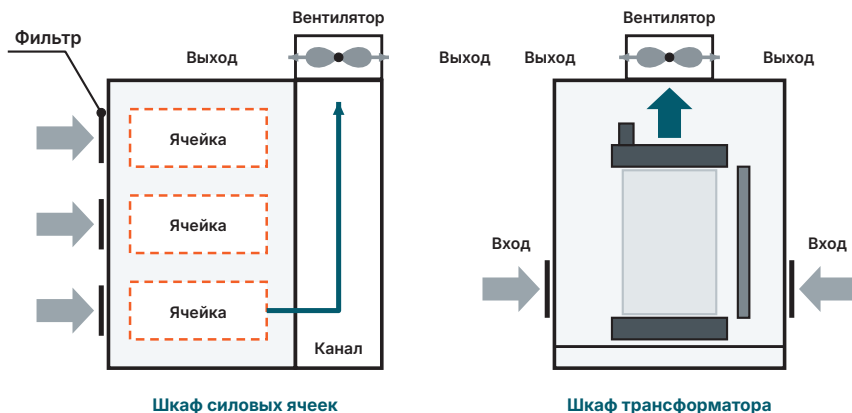

Рис. 35. Циркуляция охлаждающего воздуха внутри ПЧ
- Схема циркуляции охлаждающего воздуха внутри ПЧ приведена на рис. 35.